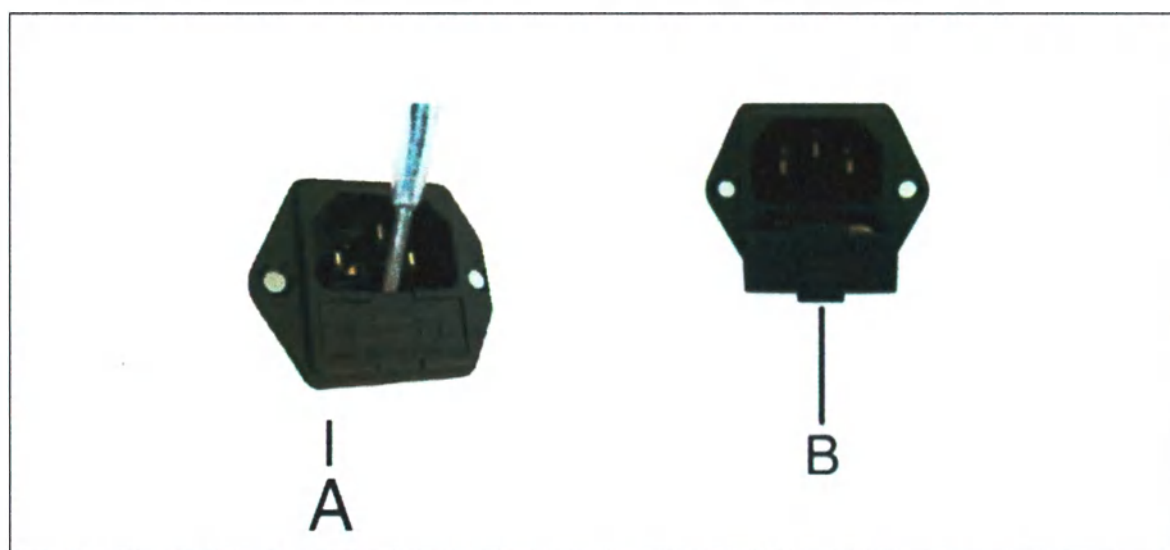

Рисунок 7
1. Отключите кабель питания и основной блок управления (См. Рисунок 7 – В).
2. Вставьте плоскую отвертку в паз в отверстии блока основного, а затем извлеките его (Рисунок 7 – А).
3. Откройте отсек предохранителя (см. Рисунок 7 – В) и выберите подходящий предохранитель для замены, следуя наклейке на нижней части гнезда блока основного.